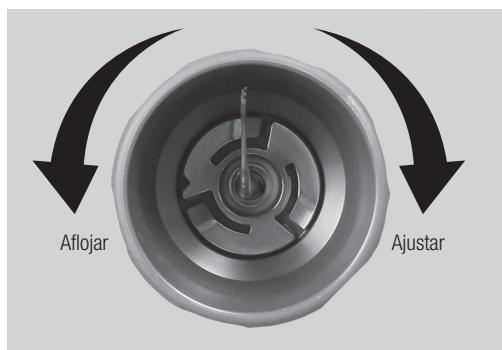

Fig. 17
*Para retirar la punta, rote la llave en sentido antihorario tal y como muestran las Fig. 17 y 18.